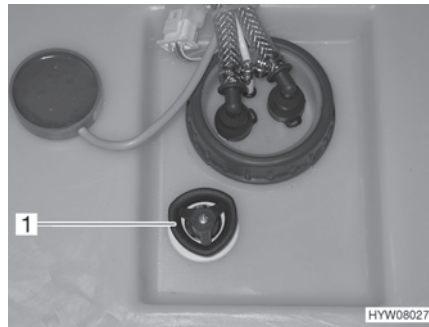

Bild 144 Vattentank med ratt
- Vrid ratten (Bild 144,1) på vattentanken moturs mot motståndet till stoppläget för att öppna utloppsöppningen helt.